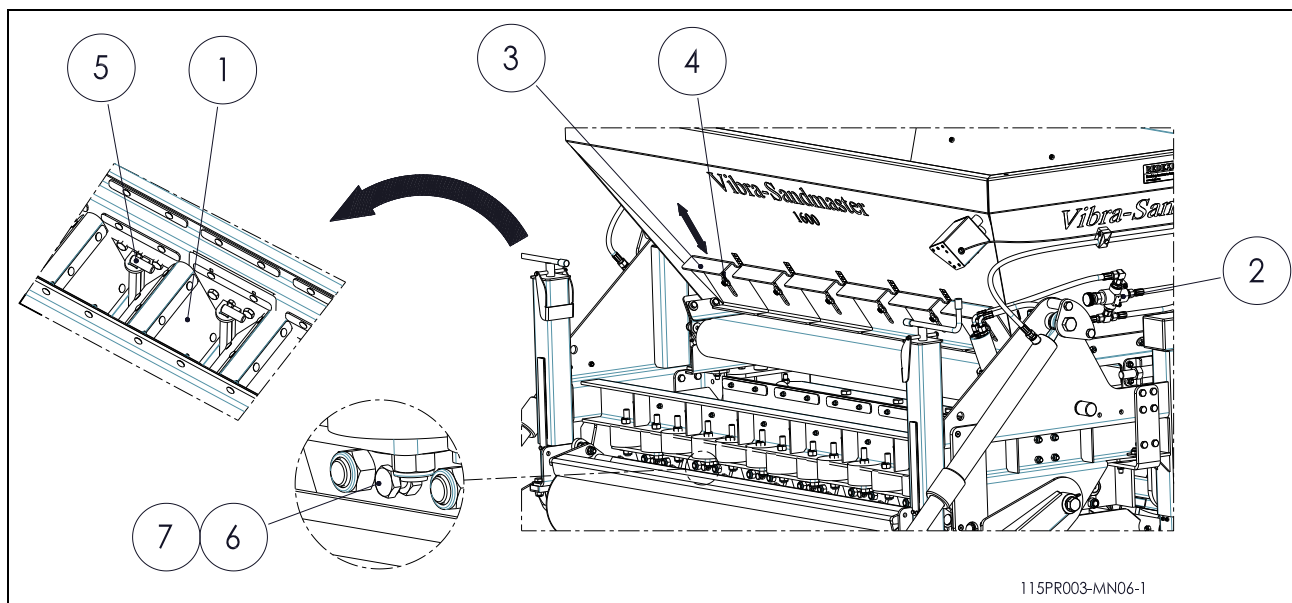

Abb.11
- **Einstellung durch die Regelung der Geschwindigkeit des Transportbandes. (Abb.11)**
- **Einstellung pro Füllsech. (Abb.11)**
– **Einstellung des Scherstifts (Pflugmesser-Stift). (Abb.11)**